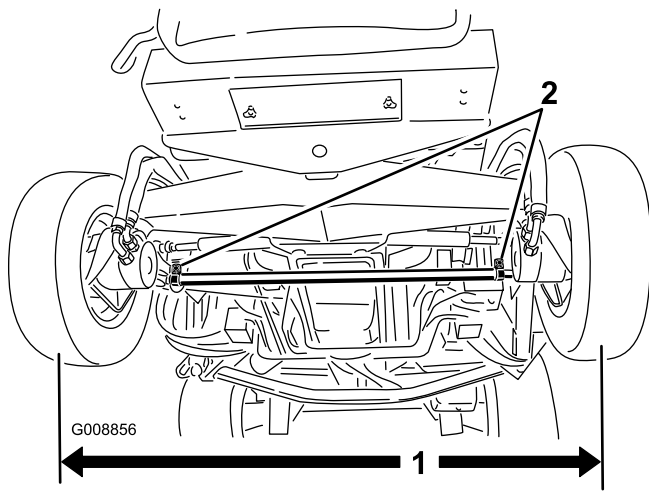

Bild 76
1. Messen Sie den Abstand vorne und hinten an den Lenkreifen Mitte-zu-Mitte (auf Achshöhe). Bild 76 Der vordere Wert darf höchstens um 3 mm geringer sein als der hintere.
2. Lockern Sie zum Einstellen der Vorkantung die Klemmen an beiden Enden der Spurstangen (Bild 76).